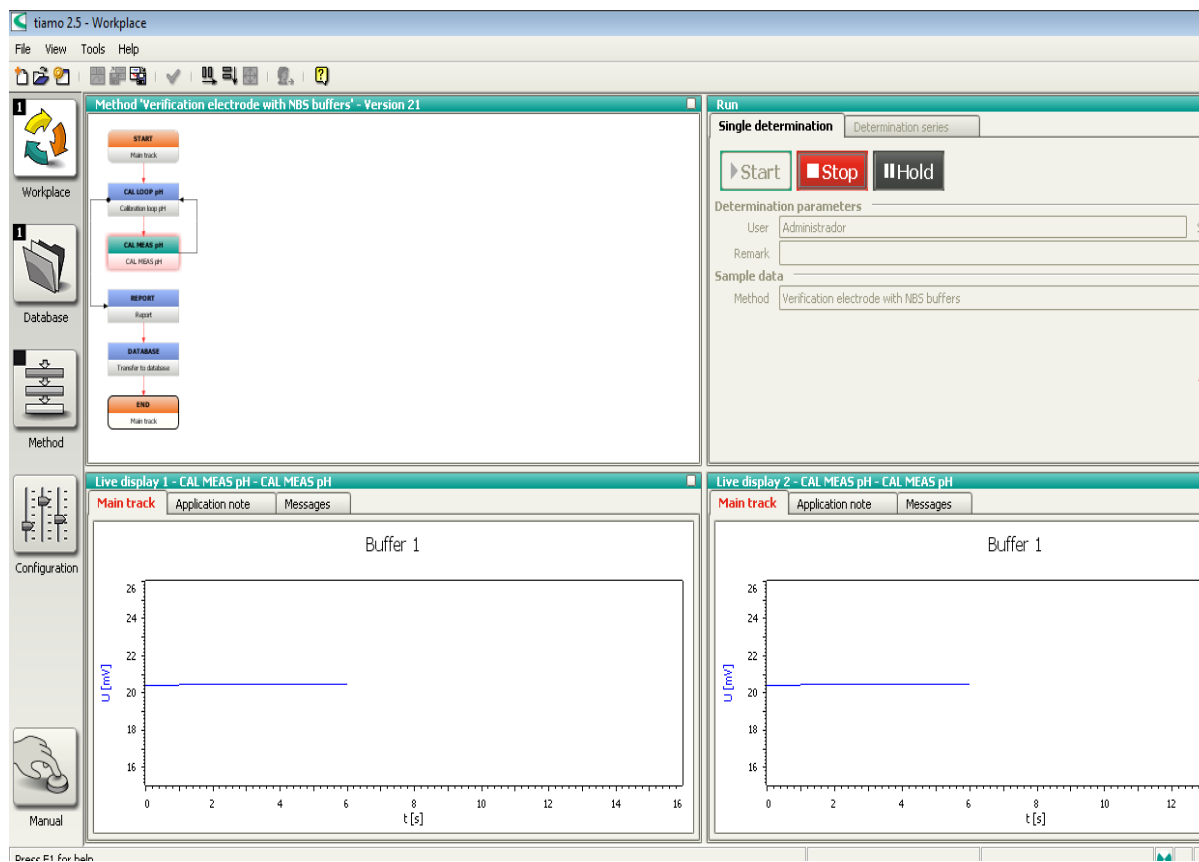

Figura 7: Vista del menú "Workplace" del software Tiamo™ 2.5 con el método "Verification electrode with NBS buffers" seleccionado
- b. Verificar la pendiente del electrodo de pH con los buffers NBS. En el software Tiamo™ 2.5, seleccionar el menú “Workplace”. En la ventana “Run”, seleccionar el método “Verification electrode with NBS buffers”. Primero medir el buffer pH 7.0 pulsando “Start” y después medir el buffer de pH 4.0. Entre las mediciones limpiar el electrodo de pH y el sensor de temperatura con agua desionizada y secarlos. Siga las instrucciones mostradas en la pantalla (Figura 7).